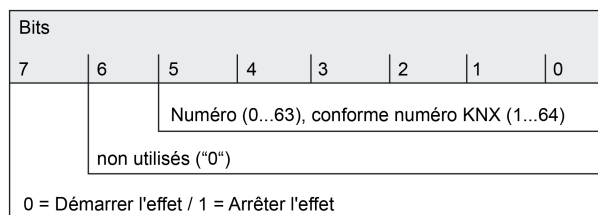

Figure 54: Structure de la valeur d'objet pour le poste auxiliaire d'effet
La structure de la valeur de télégramme pour le poste auxiliaire d'effet s'oriente sur le KNX DPT 18.001, qui est également utilisé pour le poste auxiliaire de scène (figure 54).
- i** Il convient de noter que la valeur d'objet de l'entrée de poste auxiliaire selon KNX DPT 18.001 est toujours inférieure de « 1 » par rapport au numéro KNX paramétré (figure 54).